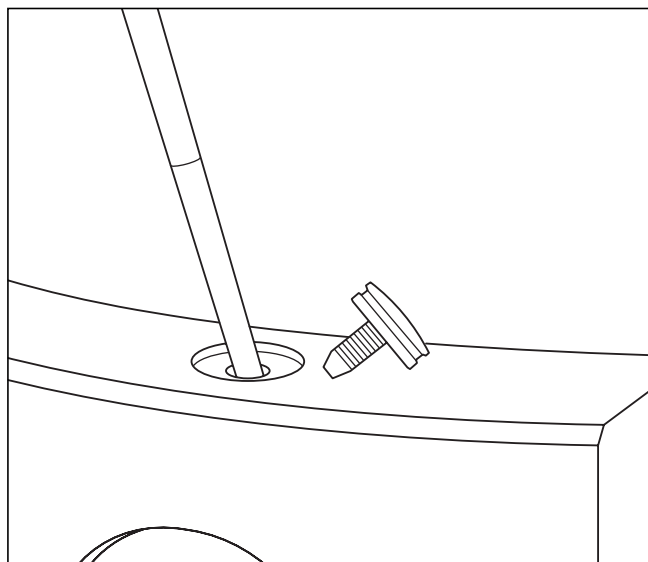

Fig. 8.11 Allentamento della chiusura a molla
- Esercitare pressione sulla molla situata sotto il foro, ad esempio con un cacciavite (vedere fig. 8.11). In questo modo il pannello viene sbloccato e spinto fuori.
- Esercitare pressione sulla molla situata sotto il foro, ad esempio con un cacciavite (vedere fig. 8.11).